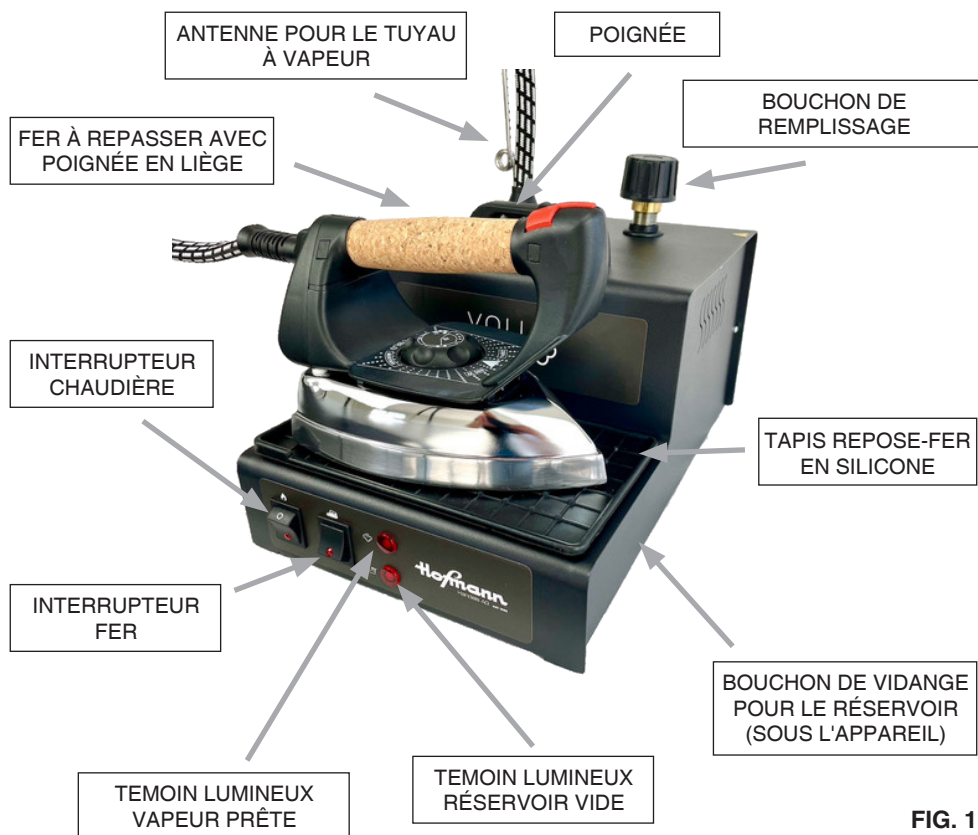

FIG. 1
Avant de démarrer l'appareil, il est nécessaire que le client prépare, à proximité du lieu d'utilisation de la machine, une prise reliée à la terre et adaptée à l'alimentation de l'appareil. (un interrupteur magnétothermique différentiel de 16 A et Id 30 mA est recommandé). Pour le transport et la manutention de la machine utiliser exclusivement la poignée de transport. Ne jamais tirer sur les câbles électriques (fig. 1).
2. Retirez la station du carton, installez l'antenne à l'endroit prévu à cet effet situé à côté du tuyau à vapeur (fig. 1), bien l'insérer jusqu'au bout.
4. Posez le fer sur le tapis repose-fer en silicone (fig. 1).
1. Dévissez le bouchon de remplissage (fig. 1) et versez au maximum 2,3 litres d'eau dans le réservoir, en veillant à ce qu'elle ne déborde pas. Il est conseillé de remplir le réservoir avec un entonnoir. Revissez le bouchon en le tenant par la partie en plastique. Pour éviter une usure prématurée du joint, ne pas trop le serrer (voir chap. 7).
3. Allumez les 2 interrupteurs (chaudière et fer à repasser), fig. 1) et réglez le thermostat du fer sur la position entre " ●● " et " ●●● ".
- 10. Il ne faut jamais remplacer le bouchon (fig. 1) par d'autres bouchons. N.B.: le bouchon est taré à 4,5 bars et a également une fonction de soupape de sécurité.**